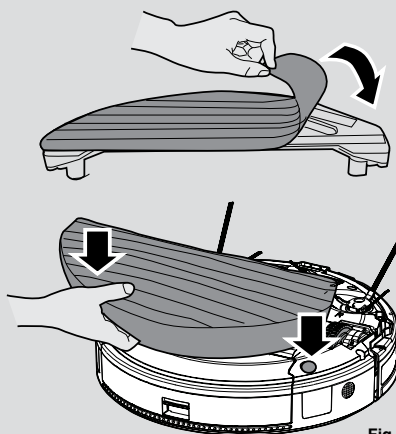

Fig. 15
3. Lijn de watertank uit met het Onderste deel van de robot en duw ze in de juiste positie totdat u een klik hoort die aangeeft dat het correct is bevestigd. [Fig. 15]